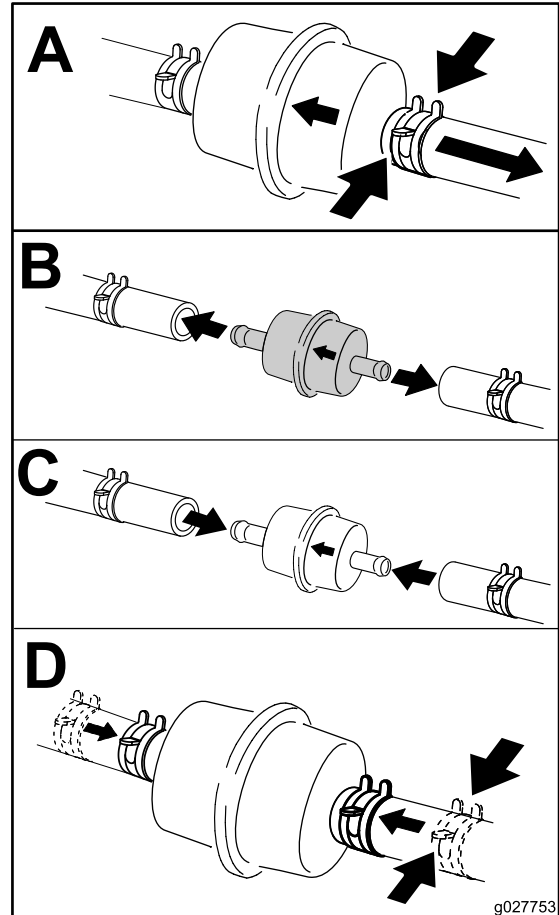

Figura 39
3. Cambie el filtro en línea (Figura 39).